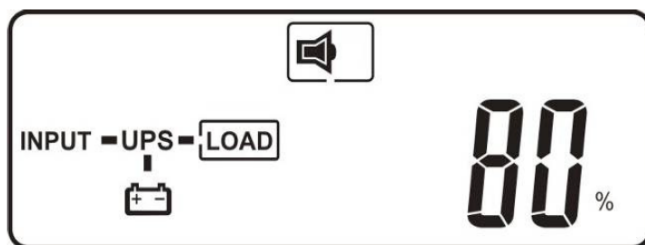

Рис. N1 Выходной ток ИБП
- выходной ток ИБП (UPS Output Current) - рис. N1;